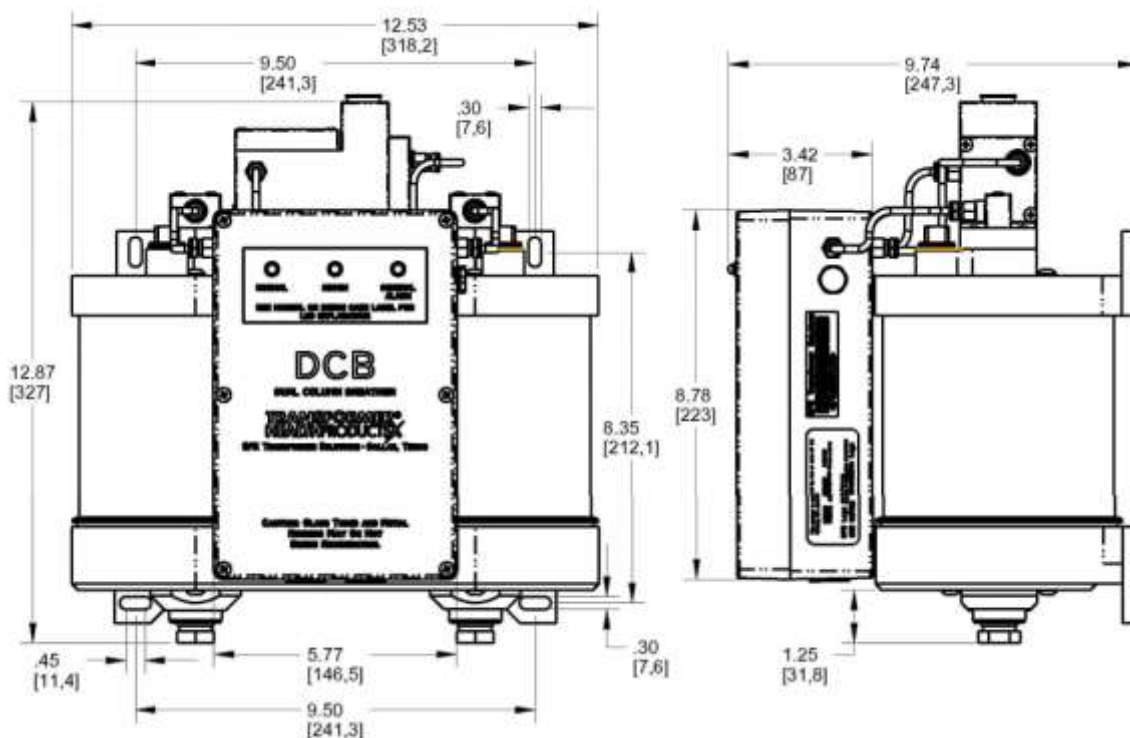

Figura 2: Dimensiones de Montaje de DCB, pulgadas [mm]
- 1) Mida y marque los orificios o espárragos de montaje como se muestra en las distancias de centro a centro en la Figura 2 arriba.